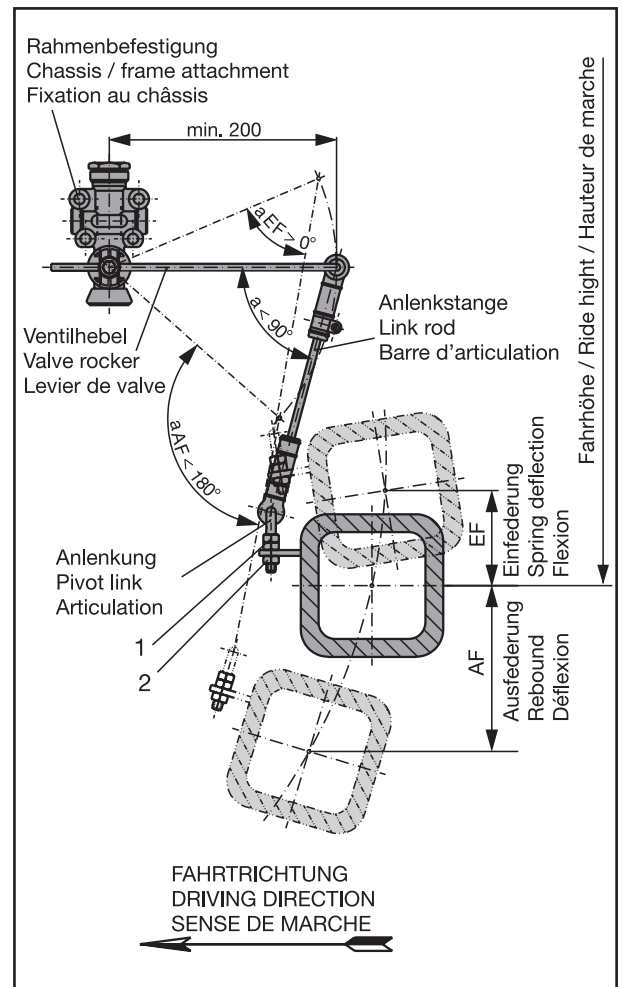

Fig. 1
Mutter (Fig. 1/2) mit Federring (Fig. 1/3) erst nach Einstellen des Luftfederventils anschrauben.
Die Einstellung der Fahrhöhe erfolgt durch Anpassen der Anlenkstange in den Gummigelenken und durch Verstellen an den Kontermuttern (Fig. 1/1). Die Einstellung muss auf ebenem Boden erfolgen. Sie kann bei einem Luftfederventil bei leerem oder beladenem Fahrzeug vorgenommen werden. Bei zwei Luftfederventilen nur bei leerem Fahrzeug.
- [1] Druckluftbehälter auffüllen. Mutter (Fig. 1/2) mit Federring (Fig. 1/3) abschrauben.
Do not screw on nut (Fig. 1/2) complete with spring washer (Fig. 1/3) until after having adjusted the air levelling valve.
The ride height is set by adjusting the link rod in the rubber joints and then fixing this position with the lock nuts (Fig. 1/1). The vehicle must be standing on a level ground when this setting is made. If only one air levelling valve is fitted, the setting can be performed when the vehicle is laden or unladen. If two air levelling valves are fitted, adjustment must be made unladen.
- [1] Fill up compressed air reservoir. Unscrew nut (Fig. 1/2) complete with spring washer (Fig. 1/3).